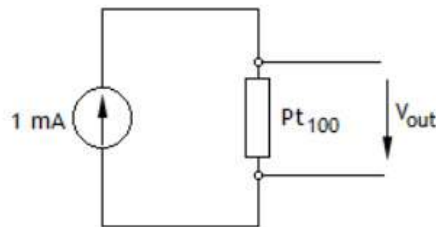

Figura 4
5. Considere um sistema para medição de temperatura conforme representado na figura 4. O sensor tem as seguintes características: $R(t) = R_0 (1 + \alpha t)$; $R_0 = 100 \Omega$; $\alpha = 0,00385 \text{ } ^\circ\text{C}^{-1}$.